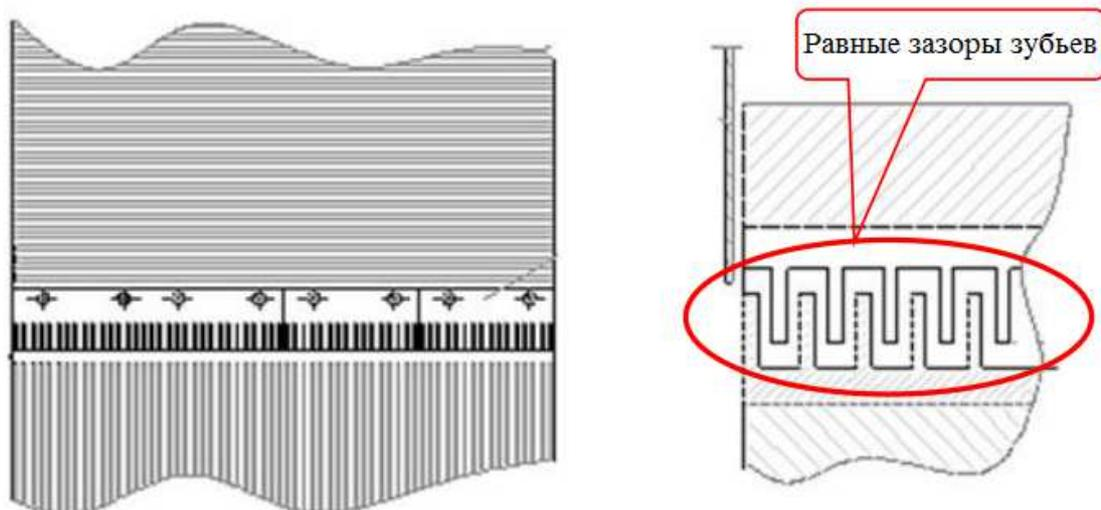
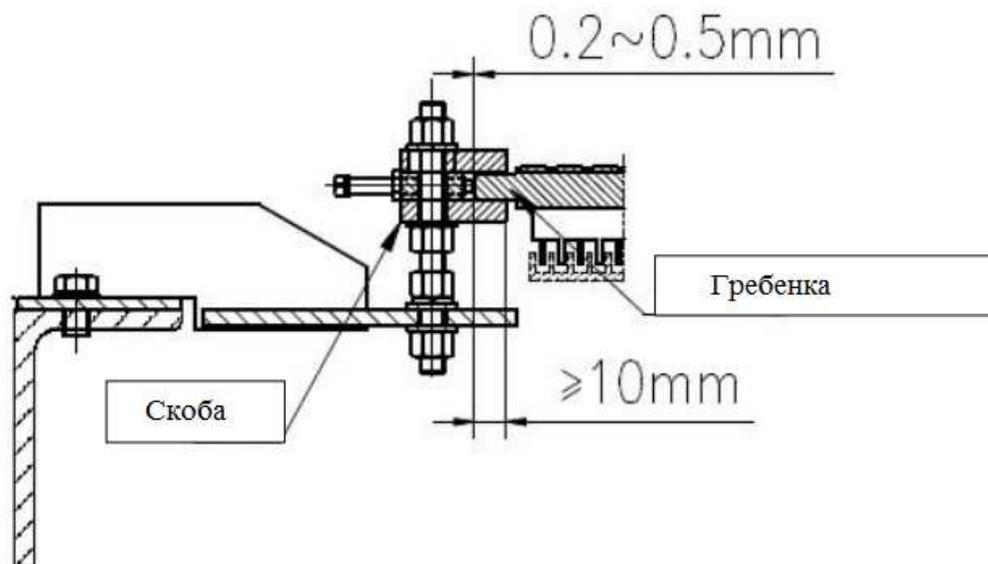

Рисунок 1.36 – Зазоры между зубьями гребенки и ступени.
Рисунок 1.37 – Регулировка гребенки.
- 3) Медленно перемещайте площадку в нужное положение, затягивая болты, и проверяя зазоры зубьев между гребенкой и ступенями (рис. 1.36). После установки убедитесь, что площадка находится в зацеплении с крепежными кронштейнами не менее чем на 10 мм (рис. 1.37);